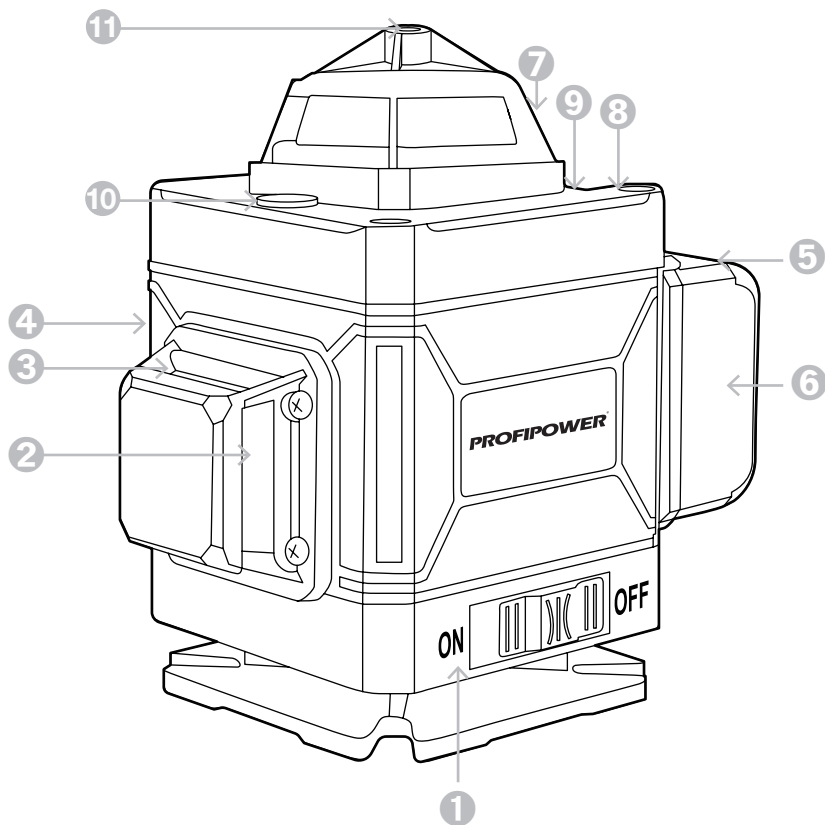

Рисунок 1.1. Устройство инструмента
**ВНИМАНИЕ!** Перед установкой аккумуляторного блока в инструмент обязательно убедитесь, что его триггерный выключатель «1» (рисунок 1.1) нормально работает и возвращается в положение (ВЫКЛ.) при отпускании.
обязательно убедитесь, что инструмент отключен. Закрепите инструмент на магнитном кронштейне и с помощью винтового фиксатора «11» (рисунок 1.1.) прикрепите его к закрепленному на стене кронштейну для подвеса. Если отклонение прибора от горизонтальной плоскости более  $\pm 3^\circ$ , то прозвучит сигнал при включении прибора. Поворачивайте верхнюю часть прибора, чтобы настроить вертикальные лучи. Перед перемещением лазерного уровня переведите выключатель «1» (рисунок 1.1.) в положение ВВКЛ, это активирует блокировку маятника и защитит ваш лазерный уровень.
В=Лазерный нивелир имеет несколько режимов работы. Модель оборудована тремя кнопками включения, расположенными на панели управления «8» (рисунок 1.1.): одна для горизонтального луча «9» (рисунок 1.1.), одна для вертикальных лучей «7» (рисунок 1.1.) Каждый из лучей включается нажатием
на кнопку включения на панели управления. Лазерные линии могут проецироваться по одной или все одновременно. Для выключения лазерных лучей снова нажмите на кнопку включения. Если лазерный прибор не используется, переведите выключатель «1» (рисунок 1.1.) в положение блокировки/ВЫКЛ. Если выключатель не переведён в положение блокировки, начнут мигать все четыре светодиода индикатора уровня заряда.